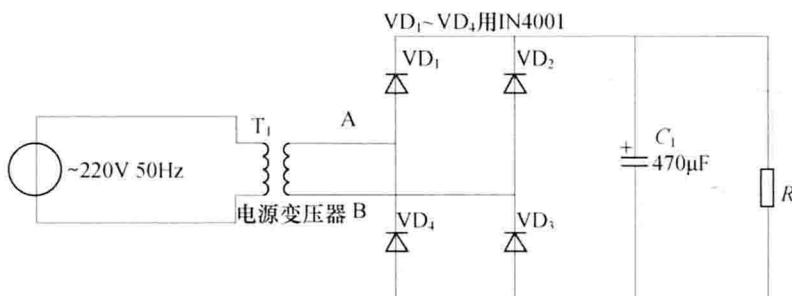

图 2-1 单相桥式整流电路
万用表一块、示波器一台，其他元器件见图 2-1。
- (1) 按图 2-1 连接电路。
- (2) 根据以上内容测试电路，填写表 2-1、表 2-2。
- (1) 在图 2-1 中，若 VD_1 极性接反了，会出现什么情况？
- (2) 在图 2-1 中，若 VD_2 开路或脱焊，会出现什么情况？